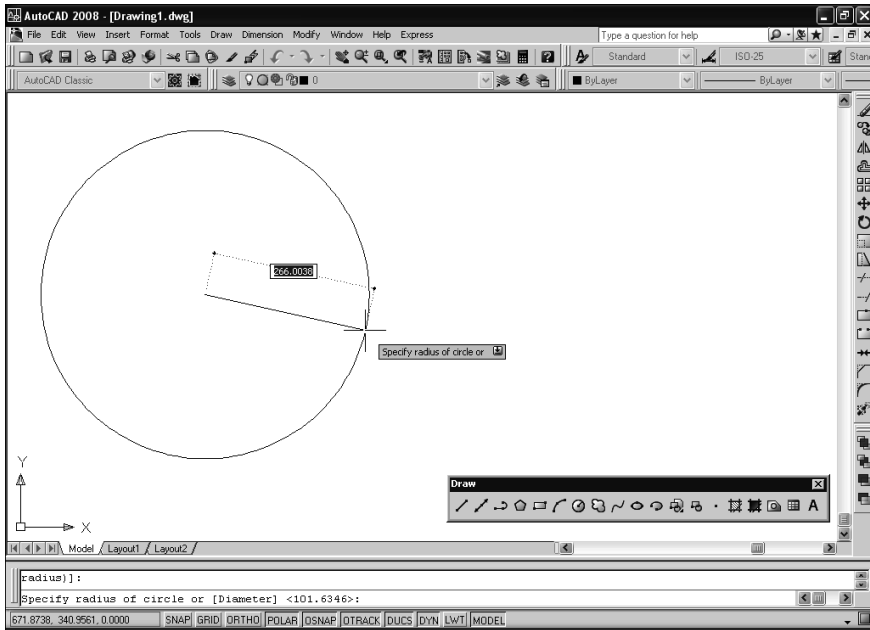

Рис. 2.20. Вычерчивание окружности по центральной точке и радиусу
3. Задайте центральную точку. Обратите внимание на резиновую линию, которая следует от центральной точки до положения указателя-перекрестия. Кроме нее вы также увидите окружность, диаметр которой изменяется в соответствии с перемещением указателя-перекрестия (рис. 2.20). Программа отобразит следующее приглашение: